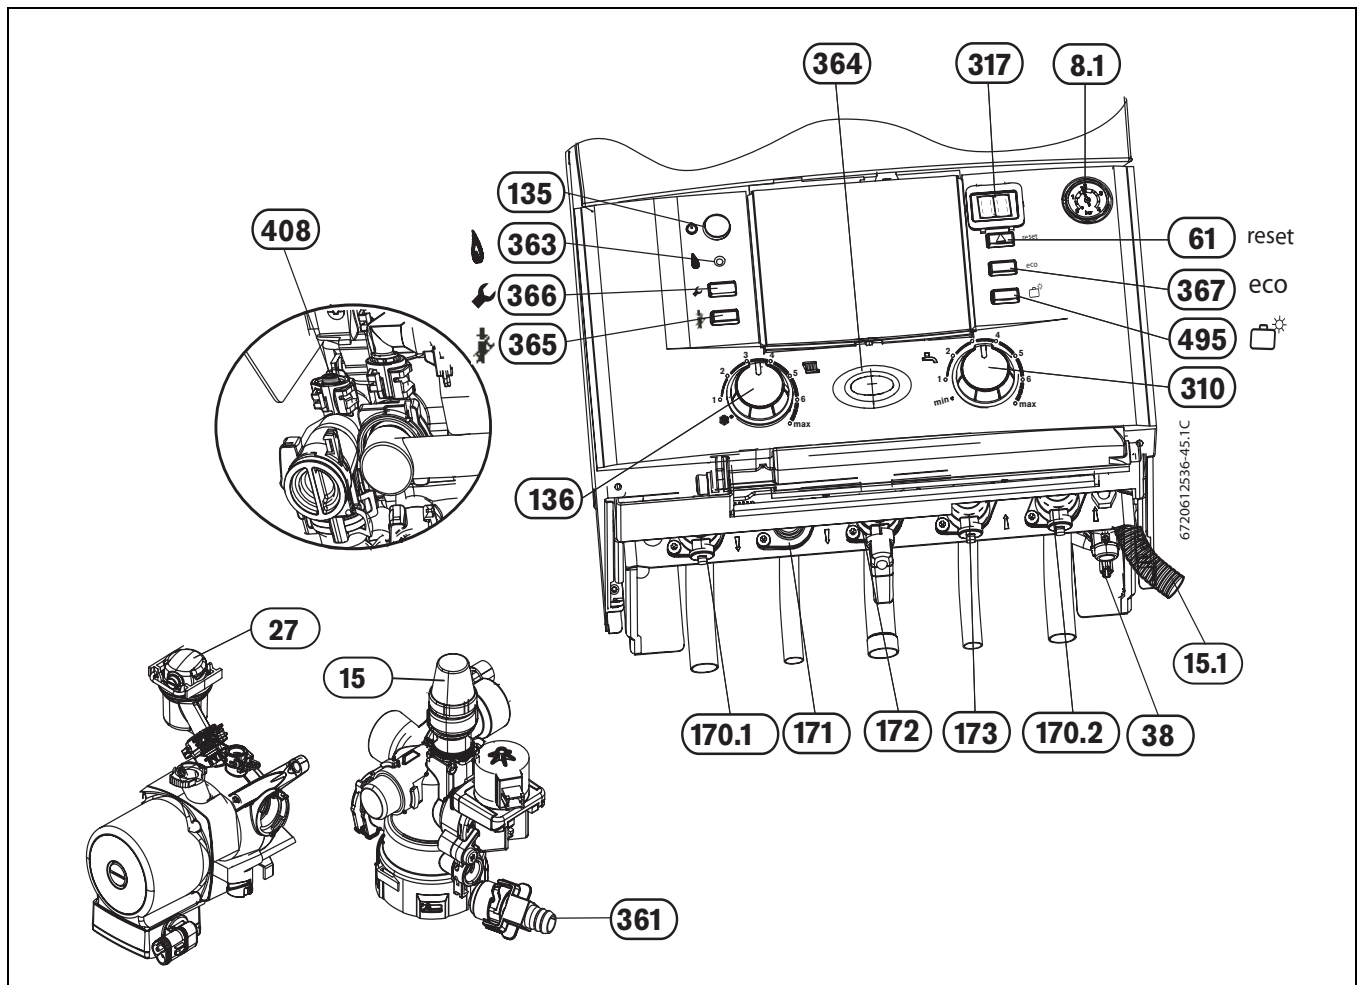

Fig. 26
- ▶ Ouvrir le robinet de départ du chauffage et le robinet de retour du chauffage (170.1 et 170.2 figure 26), remplir l'installation de chauffage à une pression comprise entre 1 et 2 bars à l'aide du robinet de remplissage (38) et fermer le robinet de remplissage.